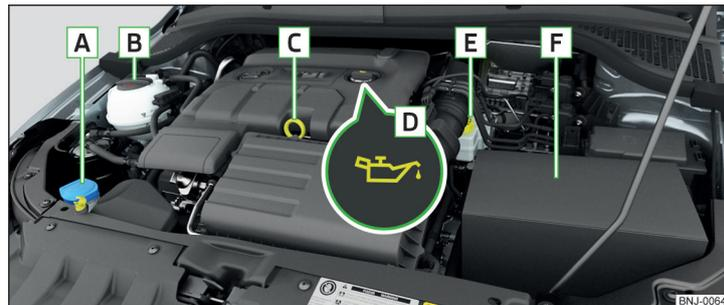

Fig. 166 Schéma de principe : compartiment moteur
Agencement dans le compartiment moteur » fig. 166
- Dévissez le bouchon de la tubulure de remplissage d'huile moteur » fig. 166 à la page 157.